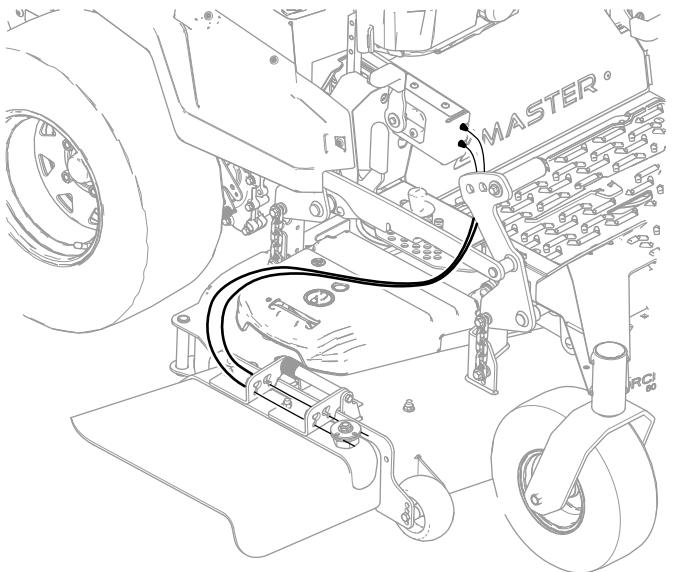

Figura 9
parte delantera del pedal de elevación de la carcasa, tal y como se muestra en la Figura 9, para no dañar los cables.
2. Enrute los cables entre la caja de control y el conducto de descarga, tal y como se muestra en la Figura 9, para evitar daños en el cable en todo el intervalo de altura de corte.